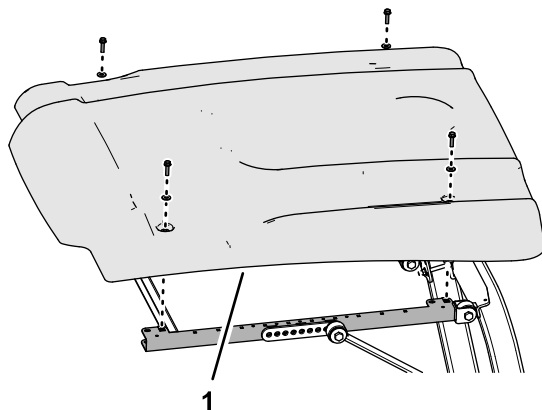
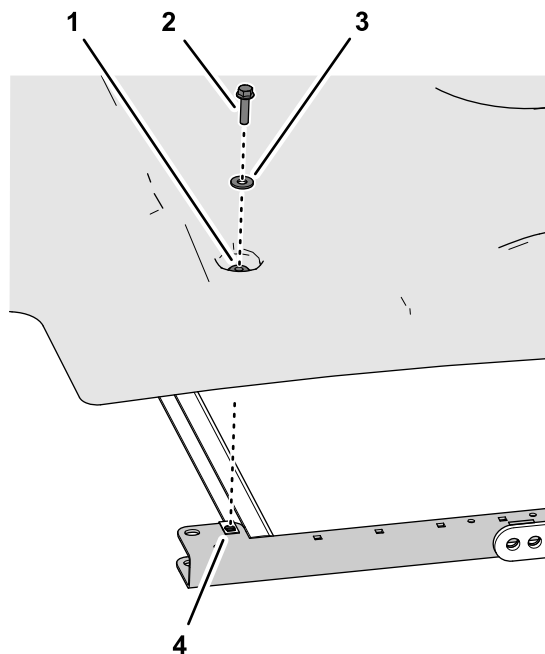

図 1
図 2
1. サンシェードをサイドフレームチャンネルに固定しているフランジヘッドボルト5/16 x 1/4" 4 本とワッシャ5/16"4 枚を取り外す 図 1と図 2。
2. サンシェードを機体から外す 図 1。
2. サンシェードをフレームチャネルに取り付ける 図 2外してあったフランジヘッドボルト5/16 x 1¼"4 本とワッシャ5/16"4 枚を使用する。